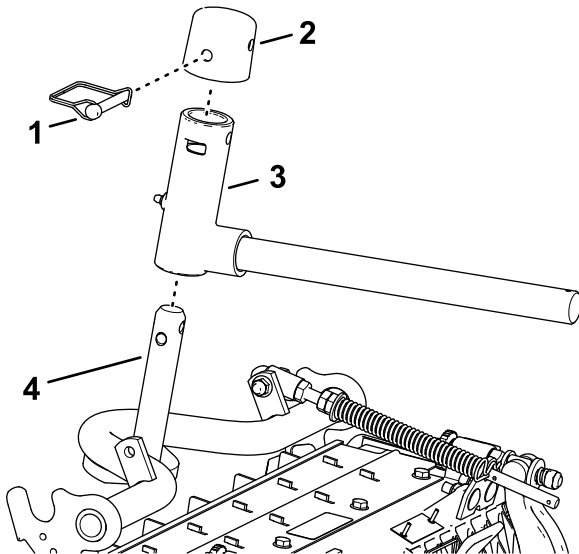

**Bild 27**
6. Schieben Sie ein Mähwerk unter den Hubarm (**Bild 27**).